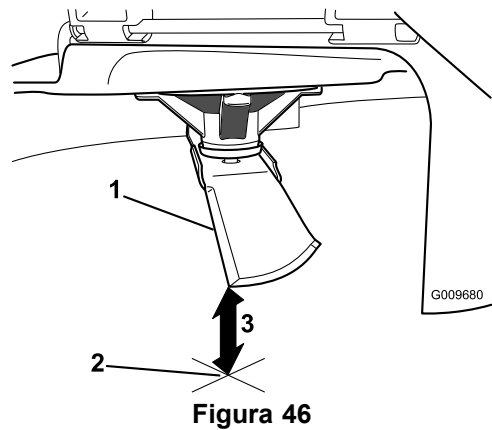

Figura 46
- Misurate dalla punta della lama alla superficie piana (Figura 46).